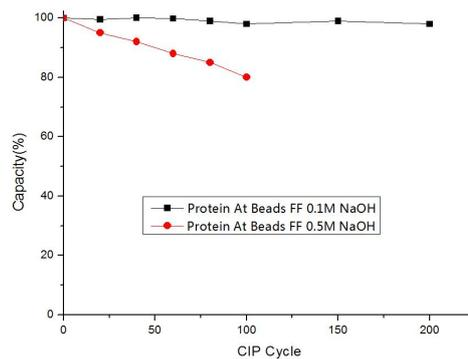
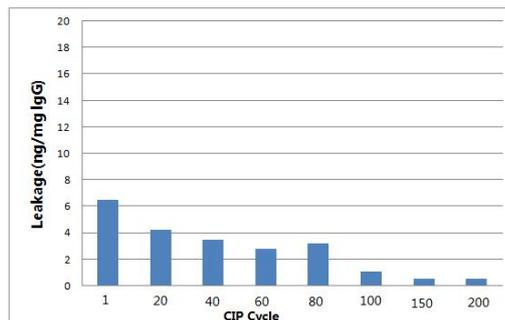

图 1. Protein At Beads 4FF 的 CIP 清洗
图 2. CIP 清洗后 Protein At 脱落量
**Protein At Beads 4FF** 是用于分离和纯化单克隆抗体、多克隆抗体或 Fc-融合蛋白的亲合层析介质，具体性能见表 1。Protein A 是一种分离自金黄色葡萄球菌的细胞壁蛋白，主要通过 Fc 片段结合哺乳动物 IgG。**Protein At Beads 4FF** 的配体蛋白 Protein At 是在天然蛋白 A 的基础上进行生物工程突变得到的一种耐碱蛋白 A(Alkaline tolerate, 故缩写为 At)。该产品以 0.1 M NaOH 进行 200 次在位清洗，介质载量几乎不变，以 0.5 M NaOH 进行 100 次在位清洗，载量仍可达到最初载量的 80%，更加方便客户尤其是工业客户的清洗操作，具体性能见图 1。该产品采用较稳定的定向偶联，脱落量低（小于 10 ng/mg IgG,见图 2）。